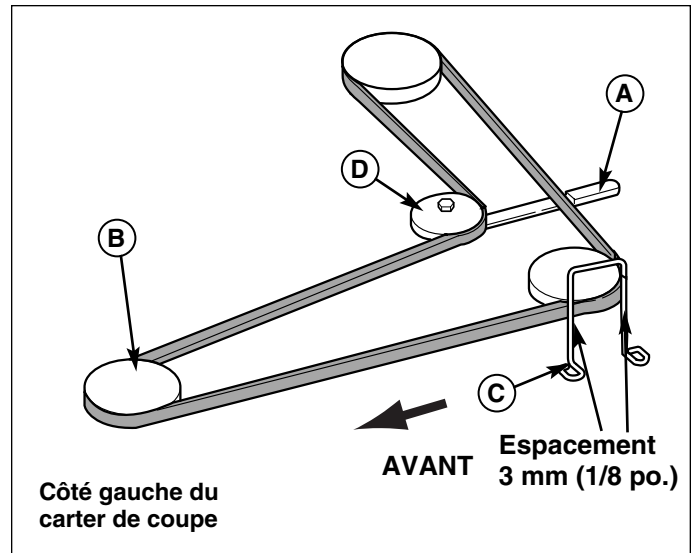

Figure 50. Configuration typique de la courroie sur les carters à deux lames
3. Pousser le bras de tension (A, Figure 50 ou 51) pour détendre la courroie. Dégager la courroie de la poulie de PDF (embrayage électrique).